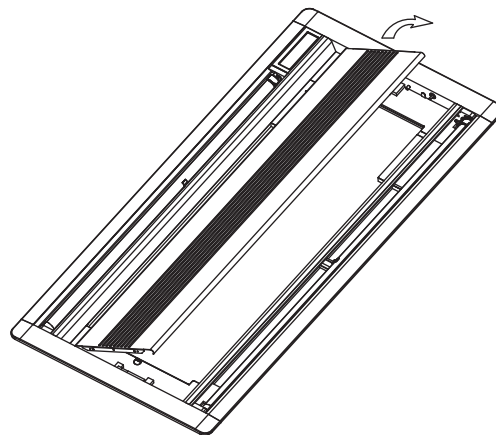

Fig. 5-11
- 3) Abra a grelha de inalação (cerca de 45°) e remova o outro lado. Consulte a Fig. 5-11.